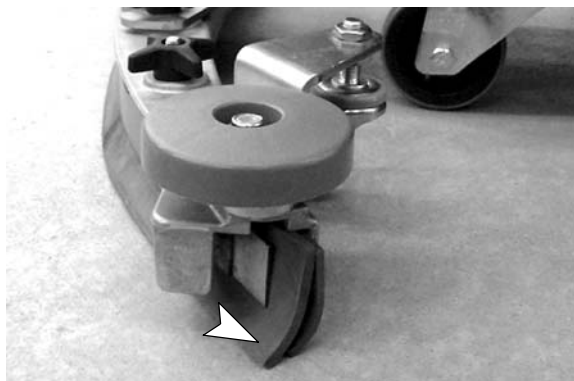

FIG. 55
3. Durante el funcionamiento de la máquina, con las ruedecillas adecuadamente ajustadas, las láminas de la escobilla deben curvarse como se muestra (Figure 55).